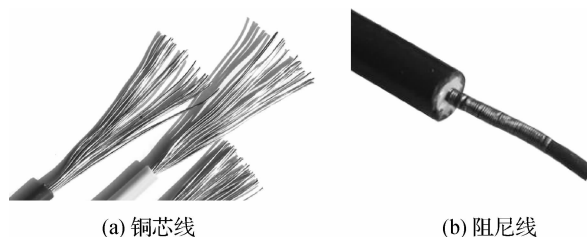

图 3-47 铜芯线与阻尼线
(2) 高压线。高压点火线,即高压电缆,简称高压线。高压线用于点火线圈至火花塞之间的高压电路。工作电压高达 10~20 kV,电流很小,因此,高压线的绝缘层很厚,耐压性能好,按线芯的不同可分成铜芯线和阻尼线两类,如图 3-47 所示。